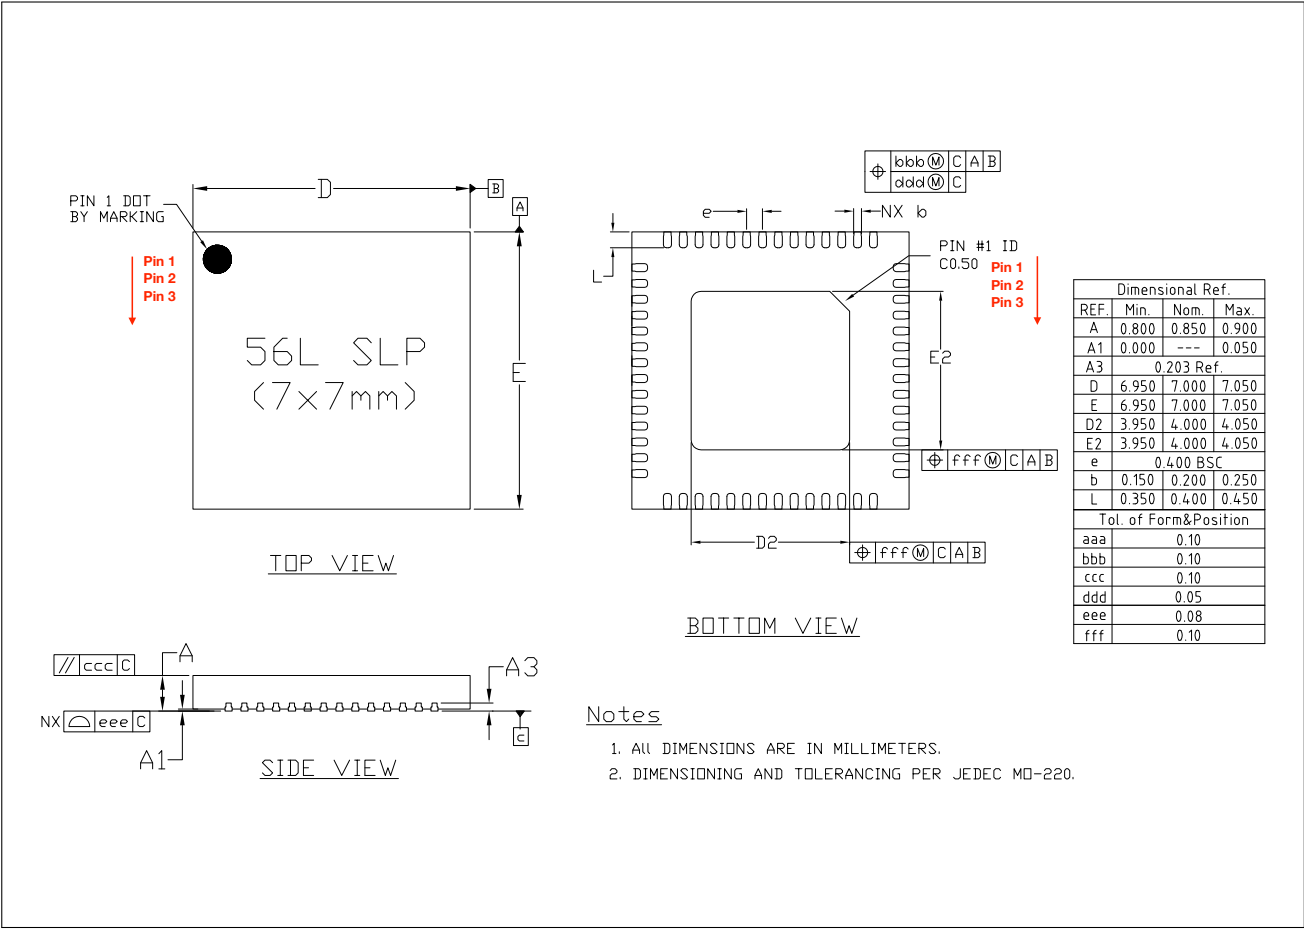
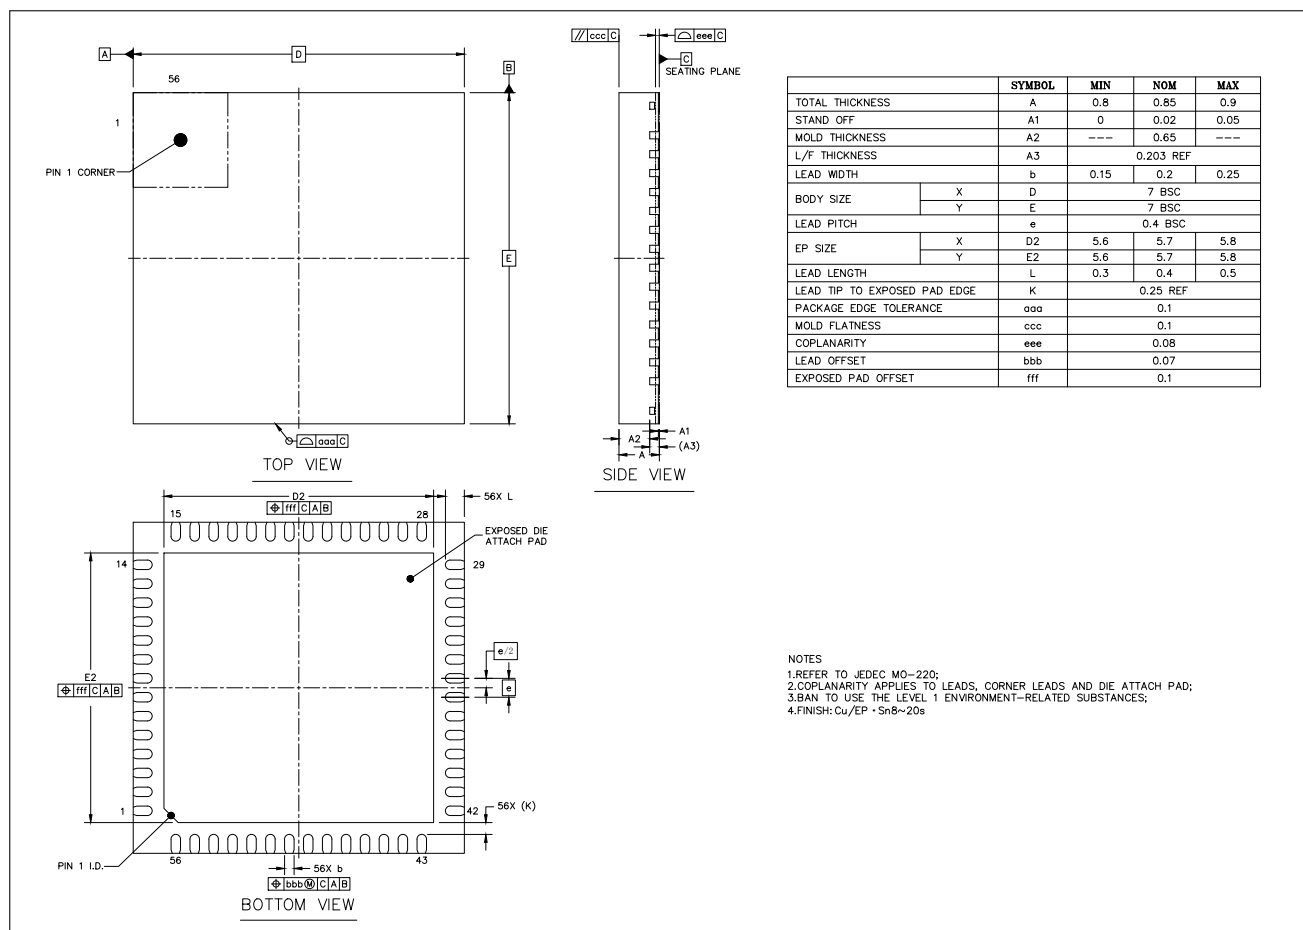

图 7-1. QFN56 (7x7 mm) 封装
图 7-2. QFN56 (7×7 mm) 封装 (仅适用于 ESP32-S3FH4R2)
- ESP32-S3FH4R2 芯片的封装（见图 7-2）除 EPAD 尺寸更大外，与其他 ESP32-S3 芯片封装（见图 7-1）相同。ESP32-S3FH4R2 芯片同样可使用 推荐 PCB 封装图 源文件 (asc)，但需更改其中的 EPAD 尺寸（具体见图 7-2 中的 D2 和 E2）。